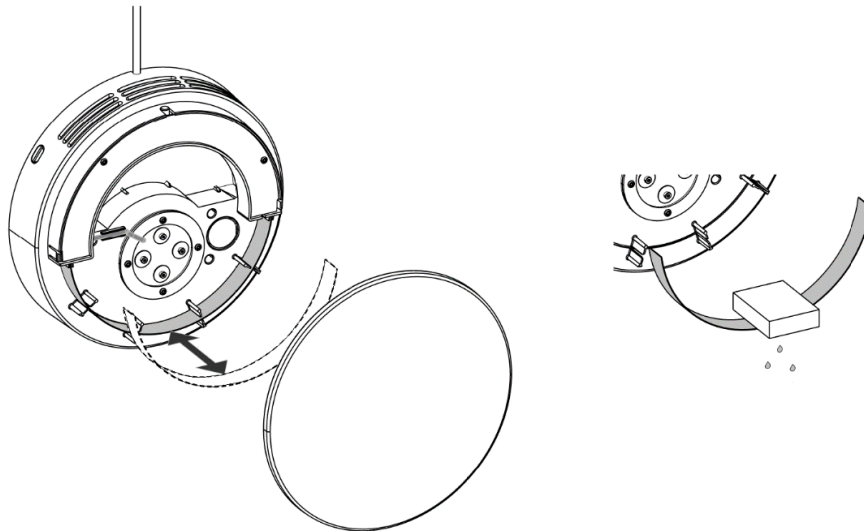

Abbildung 18 - Inneren Grobfilter reinigen
6. Die innere Abdeckung abnehmen. Den inneren Grobfilter herausnehmen und vorsichtig mit einem feuchten Schwamm oder Tuch reinigen, siehe nachstehende Abbildung 18 unten. Zur Reinigung Wasser oder eine Mischung aus Wasser und einem normalen Reinigungsmittel verwenden.